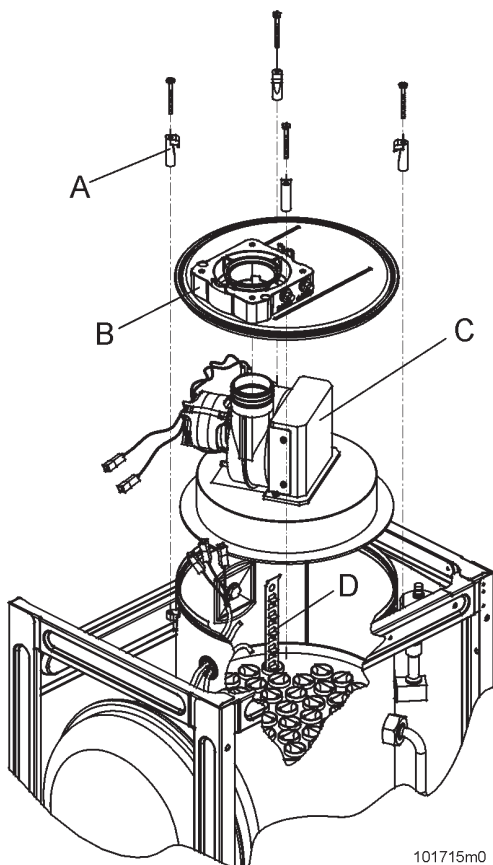

Figura 45 - Smontaggio parte superiore apparecchio
- Passare una spazzola cilindrica, a setole di plastica, all'interno dei tubi di fumo (i tubi dove erano siti i turbulatori "D" di figura 45)